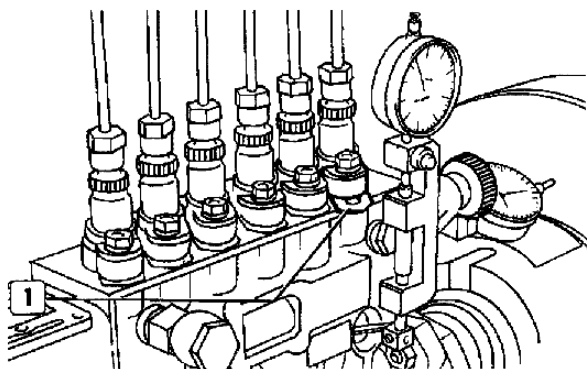

Figura 55
**Nota:** Antes de proceder al afinado de los elementos siguientes, montar el dispositivo de afinación registrando la posición del índice de referencia (2).
- Retirar la herramienta con el comparador. Proceder al afinado de los demás elementos de inyección de la bomba, teniendo en cuenta el orden de inyección, la respectiva tolerancia y el alineado de la marca de inicio de alimentación grabada en el volante (1) del banco de tests, con el índice de referencia cero (2).
- De no obtener el alineado de la marca corregir la posición del pistón de la bomba, variando los anillos de ajuste (1, figura 55).